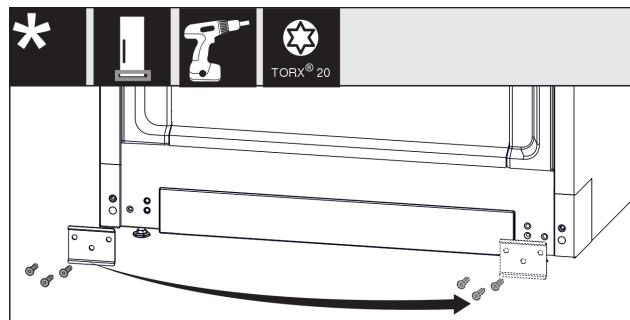

Fig. 12
- ▶ Ξεβιδώστε το έλασμα, μεταφέρετε το στην άλλη πλευρά και βιδώστε το ξανά. Fig. 12 (1)
- ▶ Τοποθετήστε ξανά το κάλυμμα στην άλλη πλευρά. (1)